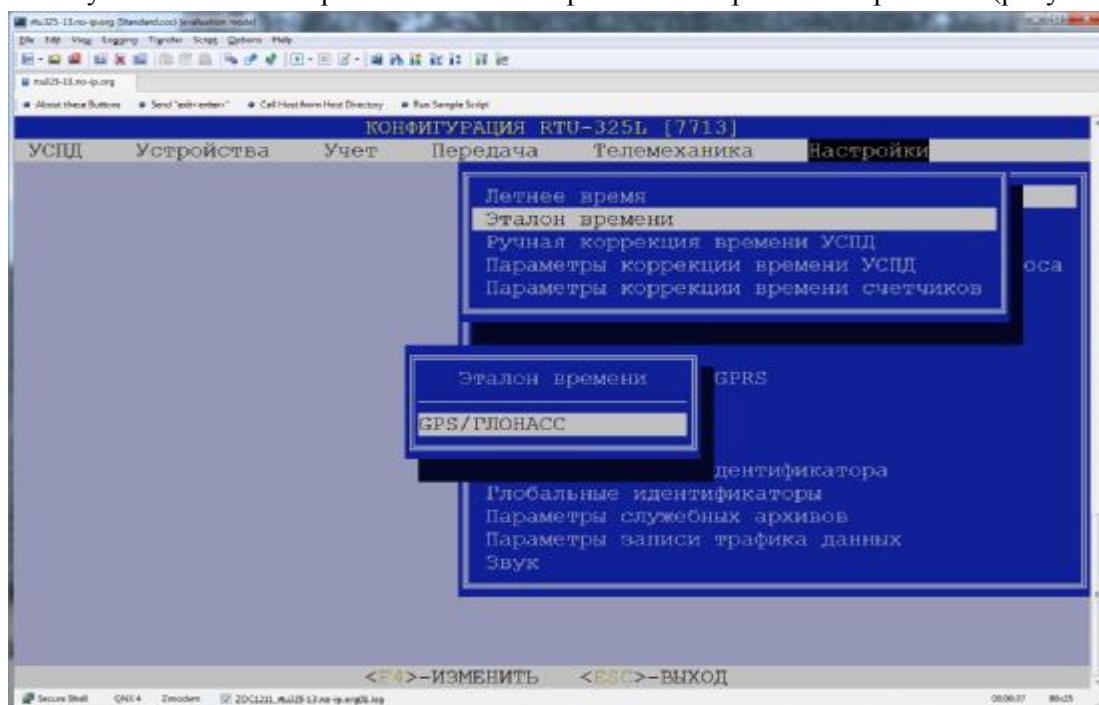

Рисунок 37
6.5.2.1. В пункте меню «Настройки»> «Эталон времени» выбрать GPS приемник (рисунок 37)